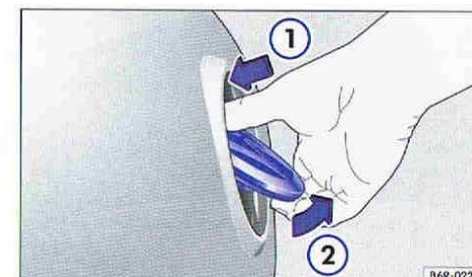

Fig. 20 Ouverture du hayon depuis l'extérieur.
- Appuyez avec le pouce sur la partie supérieure de l'emblème Volkswagen et faites-la ressortir avec les doigts dans sa partie inférieure ⇒ fig. 20.